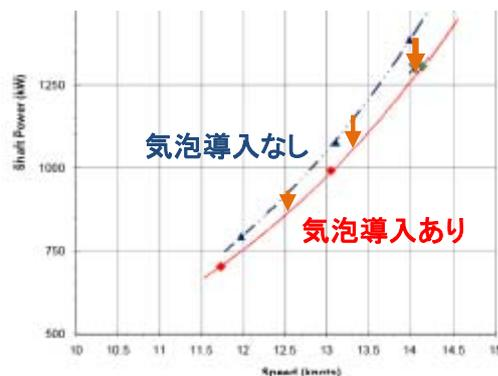

図4 実船試験での船舶スピードと軸動力(Shaft Power)の関係
- 実船試験を行い、正味10～15%の動力節減を実証した。船舶スピード上昇と共に、動力節減効果も上昇した(図4)。